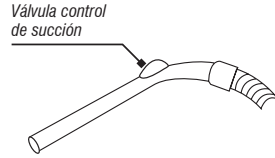

Fig. 14 – Regulado de la fuerza de succión
3. Es posible regular la succión de la aspiradora, cuando vaya aspirar materiales más frágiles abra la válvula de succión de esta forma la fuerza de aspirado será menor, de acuerdo a lo mostrado en la Fig. 14.